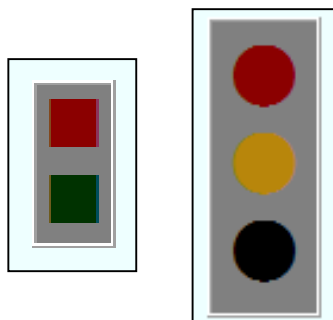
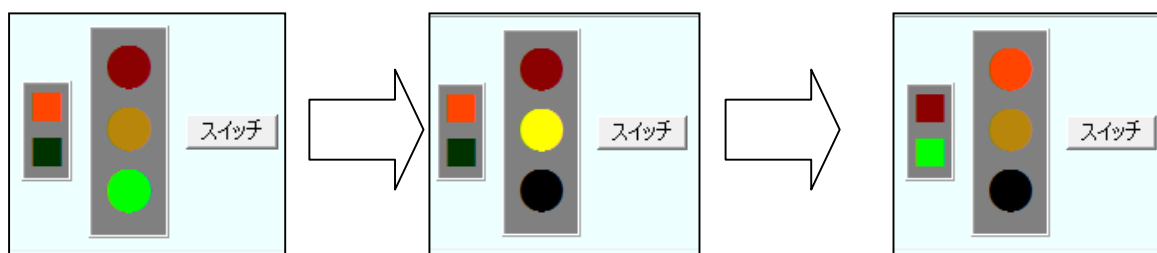

図 5.12 歩行者信号機(左)と車用信号機(右)
図 5.13 ボタンが押された時の、信号機の変化の流れ
押しボタン式信号機という信号機を知っていますか。また、見たことはありますか。歩行者信号(図 5.12 左)が赤で、車用信号(図 5.12 右)が青の場合に、ボタンを押すと数秒待ってから、車信号が黄色になります。そして、歩行者信号が緑になり、車用信号が赤になります。その流れを図 5.13 に示します。
練習 10 図 5.12 のような実行結果になるようにプログラムを作成しなさい。その流れは、①～③のようになります。実行画面には、信号機オブジェクトを表示しなさい。
①歩行者信号機は赤，車信号機は青とする。
②スイッチが押されたら，数秒後に車信号の色は黄色へ。
③車黄色信号を数秒点灯した後に，車信号は赤，歩行者信号は青になる。